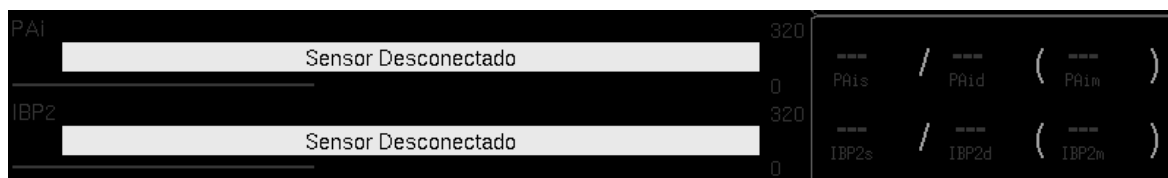

Figura 4: Mensagem de erro.
- Monitores podem emitir um alarme sonoro, todas as vezes que o sistema não estiver funcionando adequadamente. Nestes casos, o monitor irá mostrar uma mensagem que descreverá o problema. Uma mensagem amarela no monitor irá piscar, conforme a figura 4.